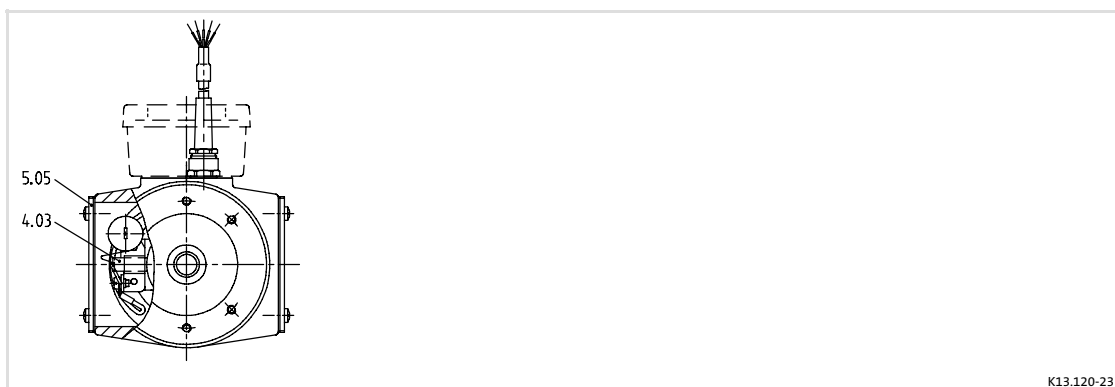

Fig. 14 Capots de porte-balais
1. Retirer le capot des porte-balais au niveau du flasque B (pos. 5.05 Fig. 14).
3. Enlever les balais de charbon (voir Fig. 14) des orifices des glissières.